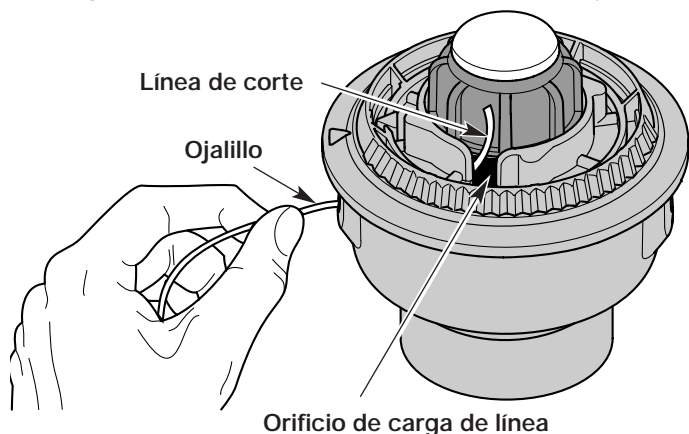

Fig. 19
3. Saque la línea vieja por los orificios de carga y de cierre de línea (Fig. 19 y 20).
4. Inserte una pieza de línea de corte dentro de uno de los ojalillos de la bobina exterior. Páselo hacia arriba a través del orificio de carga del carrete interior (Fig. 19). No doble la línea al insertarla en el ojalillo.